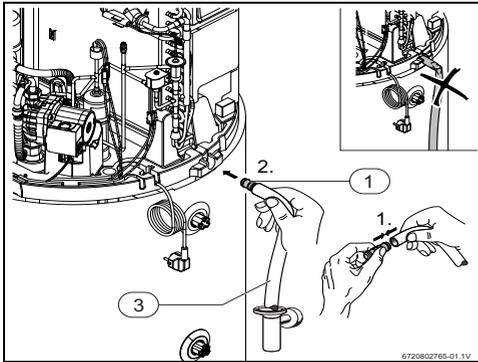

Bild 12 Kondensatabfang
- ▶ Kondensatleitung (Innendurchmesser 16 mm) an1) Kondensatablauf anschließen (Abb. 12, [1]).
- ▶ Kondensat über einen Siphonablauf (Abb. 12, [2]) abführen.